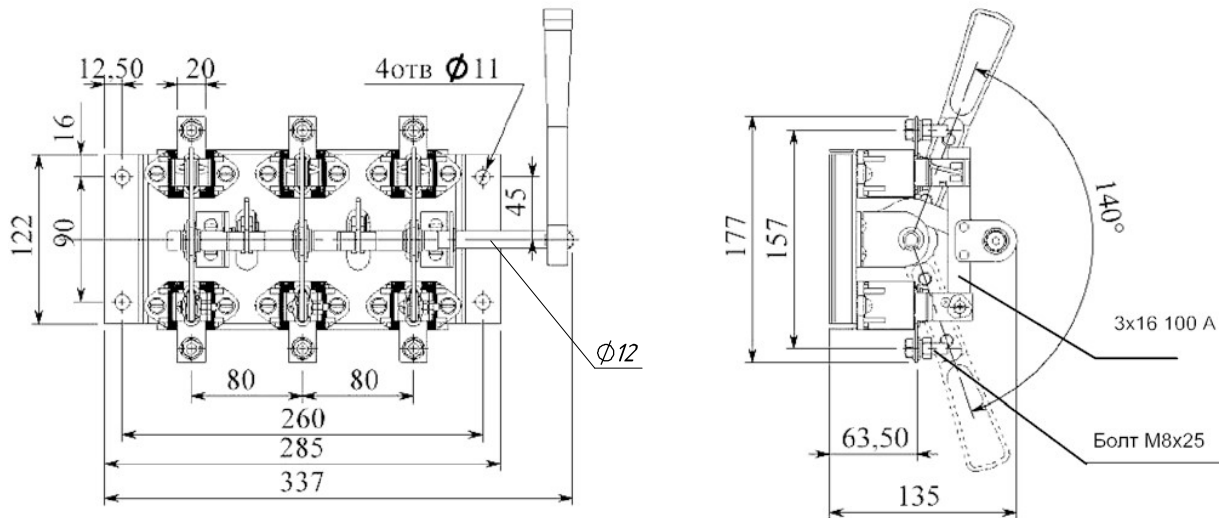

Рис. 1. Разъединитель PE19-31-31120-00 УХЛЗ с боковой рукояткой
- Общие виды, основные размеры аппаратов указаны на рис. 1–58.
Разъединители серии РЕ19 (рис. 1–58) состоят из изоляционного основания, неподвижных и подвижных контактов, ручного привода.